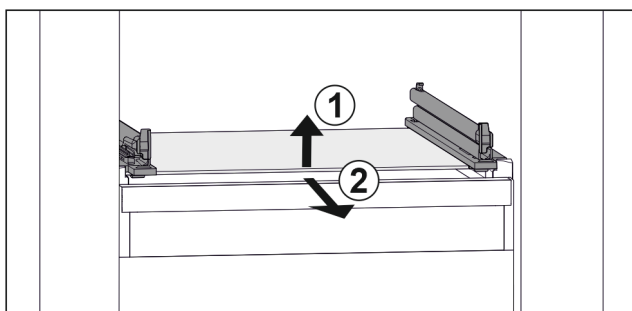

Fig. 94 Príklad zobrazenia sklenenej dosky
- ▶ Nadvihnite sklenenú dosku vpred. Fig. 94 (1)
- ▶ Odoberte sklenenú dosku dopredu. Fig. 94 (2)